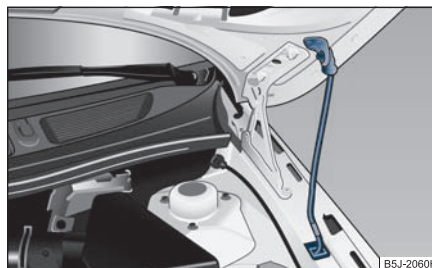

Fig. 176 Fixation du capot-moteur avec appui du capot
- Sortez l'appui du capot de son support et mettez-le dans l'ouverture prévue à cet effet ⇒ page 188, fig. 176.